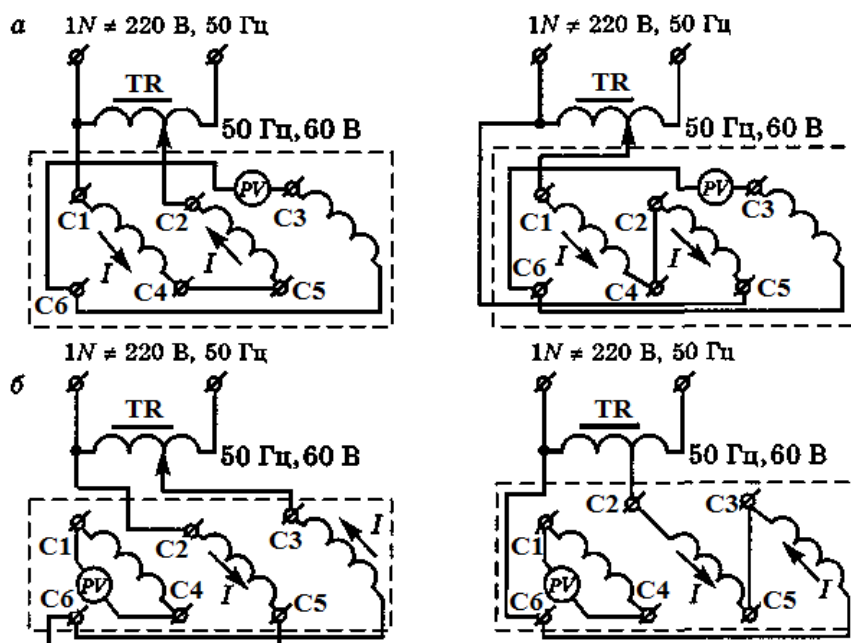

Рис. 1. Схема соединения выводов обмоток электродвигателя с целью их маркировки: а — определение выводов 1-й и 2-й обмоток; б — определение выводов 3-й обмотки
1. Определение принадлежности выводов обмотки к отдельным фазам производится с использованием омметра или мегомметра. Один конец прибора подсоединяют к любому из 6-и выводов обмоток, а другим концом подключенным к прибору поочерёдно касаются всех проводников отыскивая пару по показаниям прибора, после чего эти концы маркируют (рис.1) Таким же образом определяют начала и концы двух других пар.